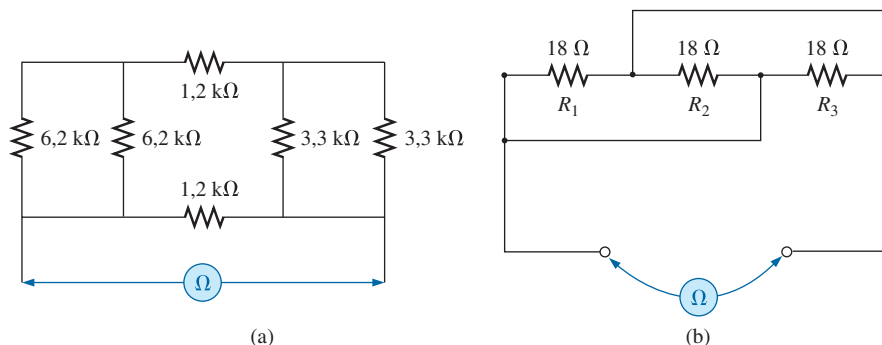

Figura 7.93 Problema 42.
- \*42. Determine a leitura de um ohmímetro para a configuração mostrada na Figura 7.93.